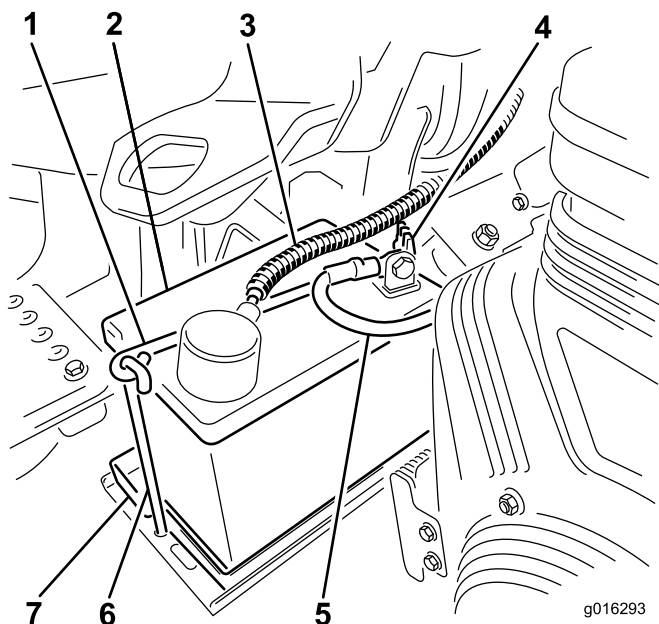

Figura 8
- Coloque la batería en la bandeja de la batería y sujétela con la abrazadera y las fijaciones que retiró anteriormente (Figura 8).
8. Conecte el cable positivo (rojo) al borne positivo (+) y el cable negativo (negro) al borne negativo (-) de la batería y sujételos usando los pernos y las tuercas (Figura 8). Deslice la cubierta de goma sobre el terminal positivo para evitar posibles cortocircuitos eléctricos.